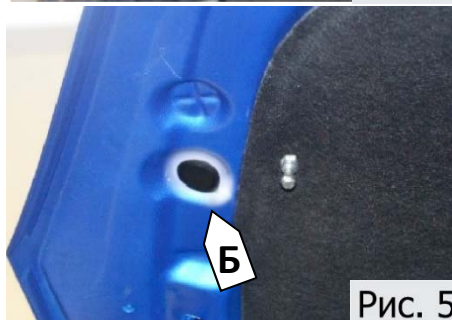

Рис. 5
5.Закрутить болт-шарнир с шайбой 6 в резьбовое отверстие гайки закладной, через шумоизоляцию капота. Вставить резиновую заглушку Б, (Рис.5)